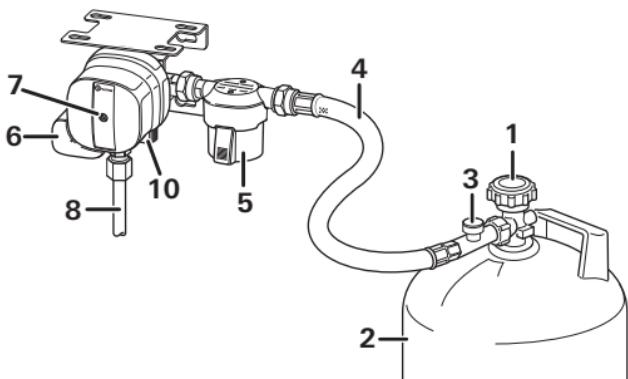

Bild 1a
- Die Gasflasche (2) anschließen und den einwandfreien Zustand des Schlauchanschlusses sicherstellen.
- Flaschenventil (1) öffnen.
- Die Schlauchbruchsicherung (Bild 1a – 3) am Hochdruckschlauch ungefähr 5 Sekunden lang kräftig drücken.
- Ist der gelbe Resetknopf (7) nicht gedrückt (Stellung „nicht betriebsbereit“), den Crashsensor zurücksetzen.
- Ventil (1) der leeren Gasflasche (2) schließen.
- Hochdruckschlauch (4) von der Gasflasche (2) abschrauben bzw. falls vorhanden, Aufsteckadapter abnehmen.
- Ventil (1) der vollen Gasflasche öffnen.
- Schlauchbruchsicherung (Bild 1a – 3) drücken und gegebenenfalls gelben Resetknopf (7) drücken, leicht im Uhrzeigersinn drehen und 5 Sekunden halten.